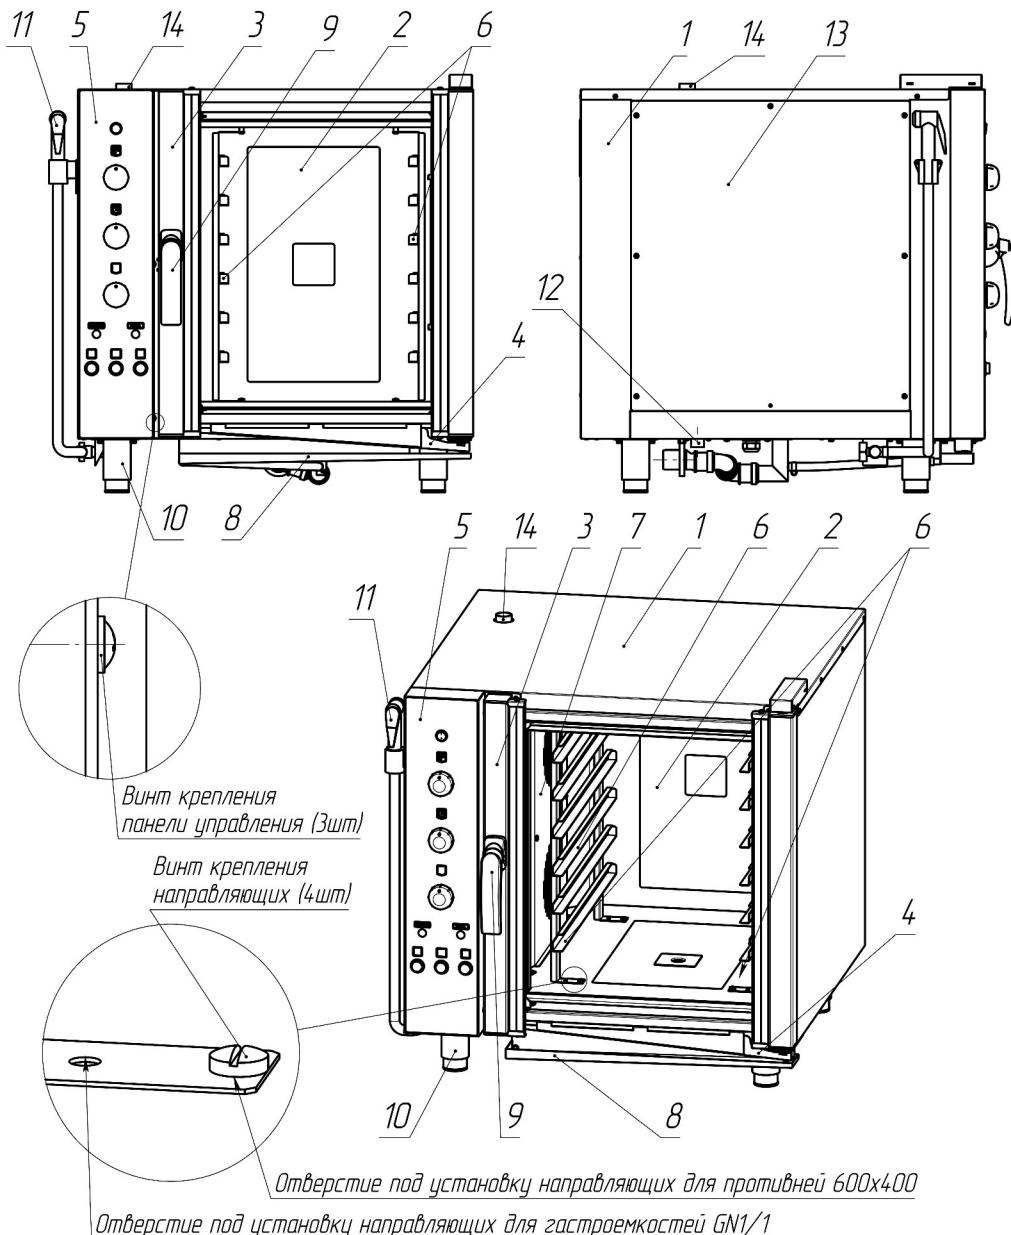

Рис. 1 Общий вид.
- Изделие состоит из корпуса (1) (Рис.1), рабочей камеры (2), закрываемой дверью (3). Под дверью расположен лоток (8) для сбора конденсата. На передней части корпуса расположена панель управления (5). В рабочей камере расположены направляющие (6).
- В целях безопасности ТЭНы и вентилятор отделены от рабочей камеры защитной решеткой (7). На решетке также расположен лоток для подачи воды на лопасти вентиляторов и ТЭНы.
- Дверь (3) имеет двойное остекление, внутреннее стекло установлено на шарнирах и может открываться для очистки. Между стеклами двери находится светильник для освещения камеры. Внизу двери установлен лоток (4) для сбора конденсатора с двери.
- Замок двери (9) выполнен с одноходовым механизмом
- эксплуатировать без защитной решетки в камере (7)(Рис. 1);
- использовать душирующее устройство (11)(Рис. 1) в целях охлаждения камеры. **При высоких температурах возможна деформация камеры!**
- дверь (3)(Рис. 1) пароконвектомата должна полностью и свободно открываться;
- съемная панель (13)(Рис. 1) должна быть легкодоступна для технического обслуживания, подключения к электросети;
3.11. Вода, которая используется для парообразования, должна быть очищена. Вода подводится к изделию через клапан (12) (Рис.1) с резьбой G3/4. В ней должны отсутствовать механические примеси размером более 0,05 мм. Жесткость воды должна быть не более 5 °dH (199 ppm (мг/л)). Рекомендуется использовать фильтр-систему PURITY C 500 Quell ST производства компании «BRITA». Для определения качества воды рекомендуется использовать кондуктометр HM Digital COM-100.
3.13. Для подключения душирующего устройства (11)(Рис.1) необходимо установить кран и кронштейн, входящие в комплект поставки, в отверстия, расположенные с левой стороны изделия. Подключение душирующего устройства к водопроводной сети осуществляется с помощью гибкой подводки (Рис.6).